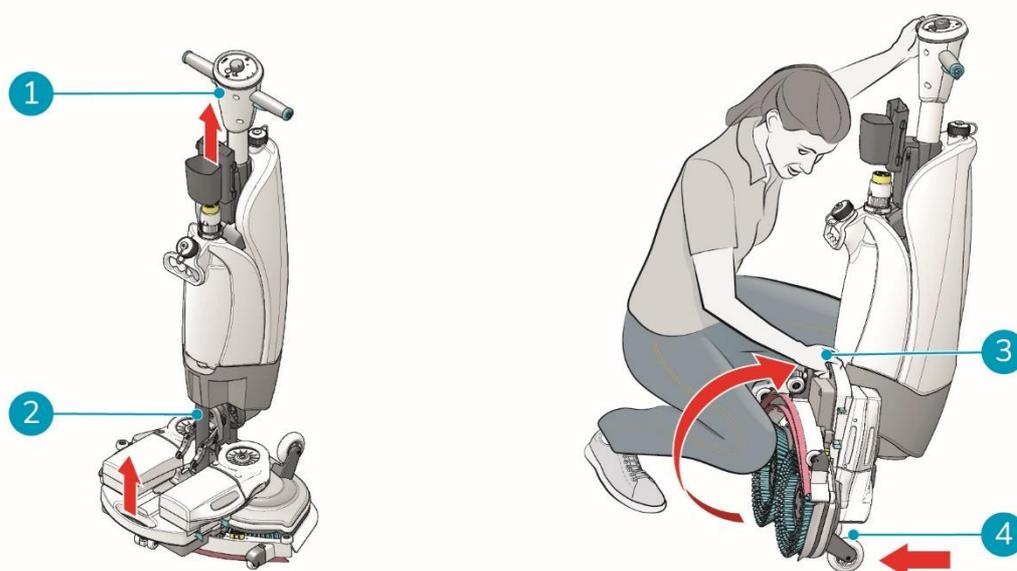

Figura 6
1. Certifique-se de que a mangueira de vácuo (Figura 6, pos 2) é empurrado para dentro da máquina para que não possa ser espremido.
2. Agache-se e segure a pega (Figura 6, pos 1) com uma mão enquanto segura a plataforma de lavagem (Figura 6, pos 3) com a outra mão.